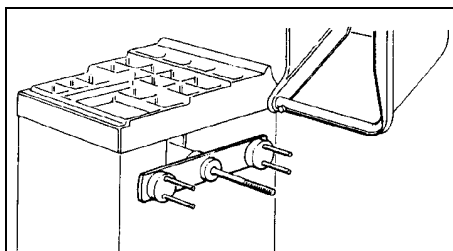

рис.11
- на **рис.11** показана система крепления **мотоциклетного фланца**.